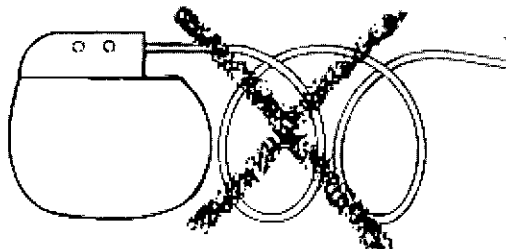

Figura 11. No enroscar el cuerpo del cable.
- NO enroscar el cable, ya que ello puede retorcerc el cuerpo del cable y causar su desplazamiento (Figura 11).